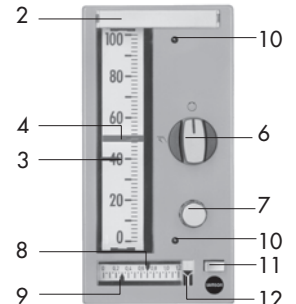

Bild 2 · Leitgerät Typ 3427-2, Frontansicht
**Typ 3427-2** · Leitgerät (Schaltung 2), Ausführung wie Typ 3427-1, jedoch ohne Sollwertesteller und Umschalter  $w_{int}/w_{ext}$  (Bild 2).
**Typ 3427-9** · Leitgerät (Schaltung 9), Ausführung wie Typ 3427-1, jedoch ohne Sollwertesteller, Umschalter  $w_{int}/w_{ext}$  und Sollwertanzeige (Bild 2).